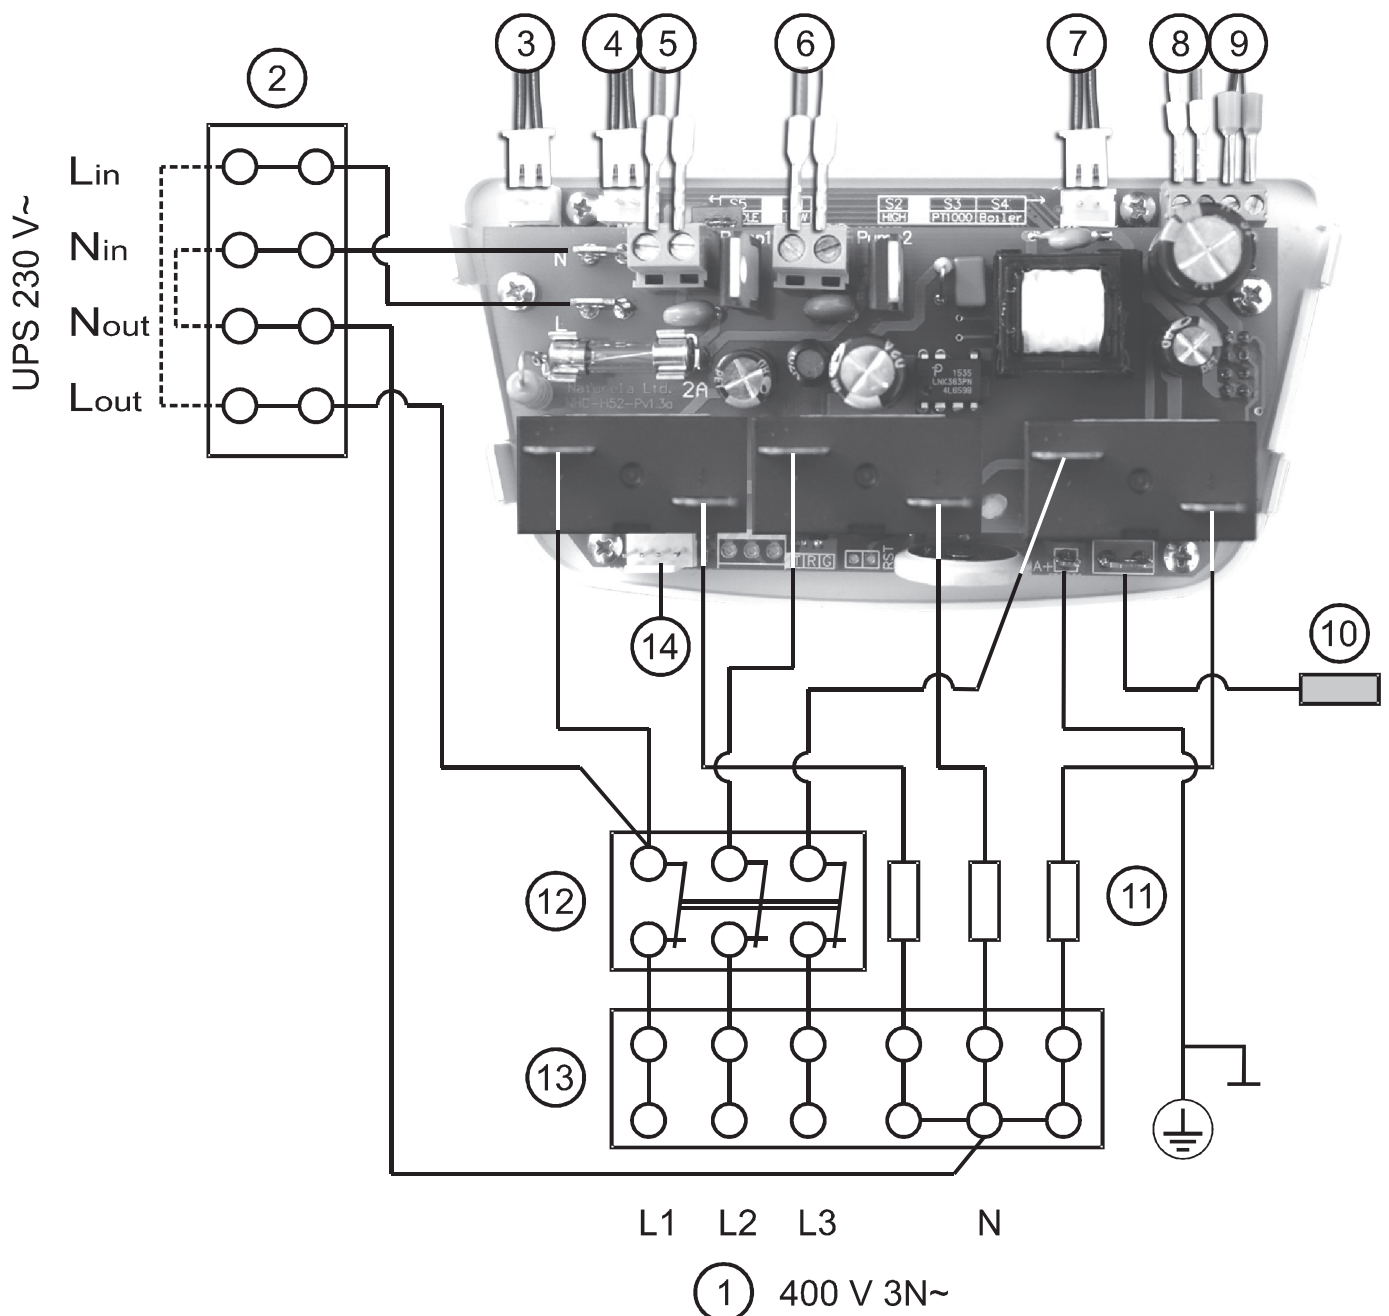

Fig. 3 - Dreiphasiger Anschluss der Elektroleitungen bei Warmwasserspeichern für Montage auf dem Raumboden
Die schematischen Darstellungen der Anschlüsse sind auf Fig. 1 - Fig. 3 dargestellt, die numerischen Zeichen entnehmen Sie der Tabelle 3.
Der Hersteller hatte den Warmwasserspeicher so ausgelegt, dass er ohne UPS funktionieren kann. Ist eine Versorgung von UPS notwendig, an der mit Nummer 2 auf Fig. 1 bis Fig. 3 gezeigte Säulenklemme die Leitungen (Brücken), die die Klemmen Lout mit Lin und Nout mit Nin verbinden und mit einer gestrichelten Linie gekennzeichnet sind, entfernen und das UPS-Gerät an die schon freien Klemmen anschließen. Das UPS-Versorgungskabel an Klemmen Lout (Phase) und Nout (Null) anschließen. Den UPS-Anschluss an Klemmen Lin (Phase) und Nin (Null) anschließen.
2.4 Dreiphasiger Anschluss der Elektroleitungen bei Warmwasserspeichern für Montage auf dem Raumboden (Fig. 3)